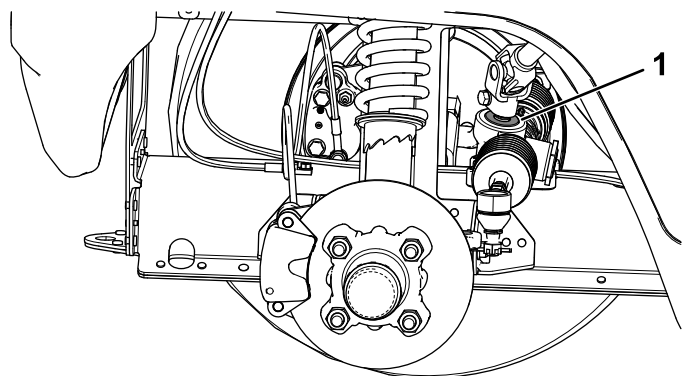

Figure 52
**Important:** Vérifier l'état et la fixation du joint de l'arbre de pignon (Figure 52).